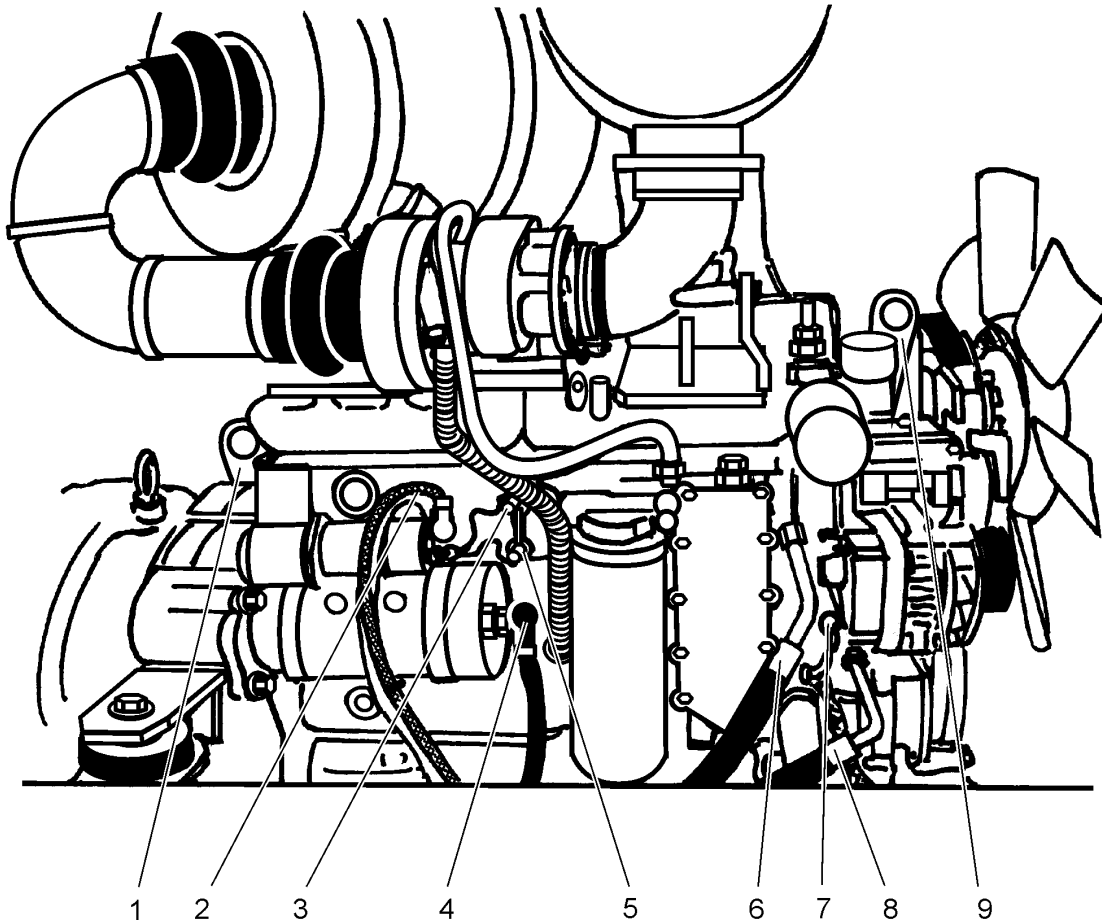
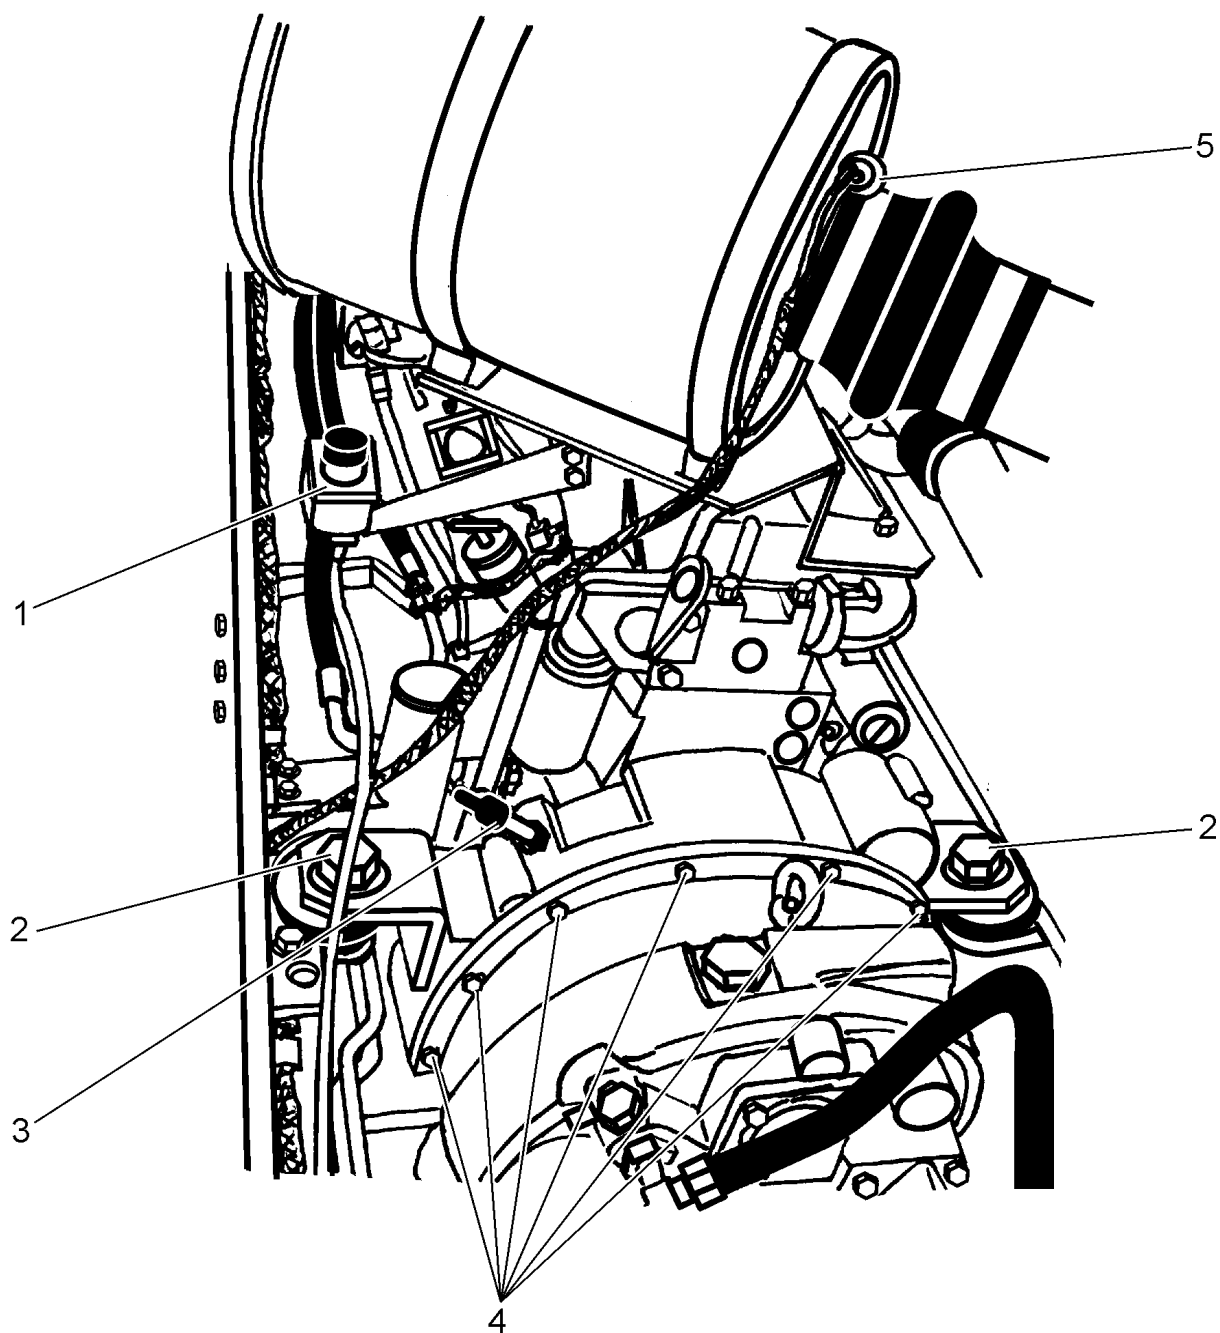
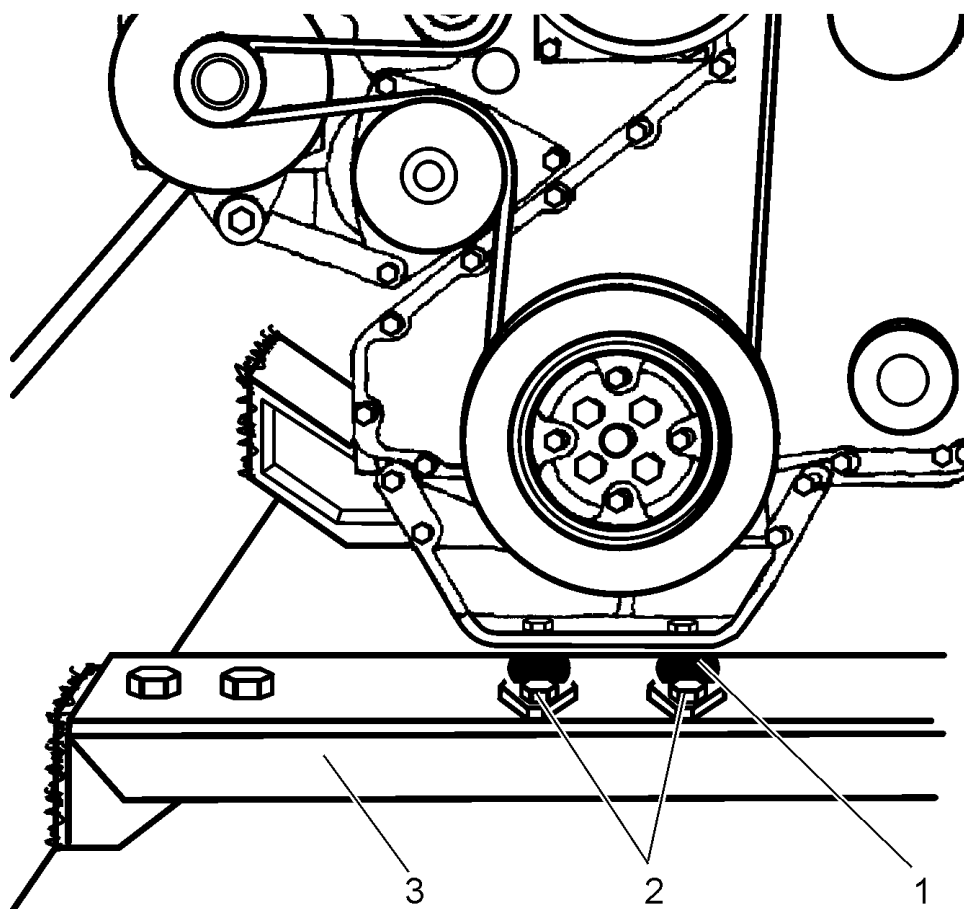

Рис. 12.3. Точки отсоединения с левой стороны машины
Рис. 12.5. Вид подсоединений двигателя спереди машины
Рис. 12.6. Опора двигателя задняя
3. Отсоединить электропровода от выключателя (3, Рис. 12.3.) и от датчика (5) температуры охлаждающей жидкости.
4. Отсоединить электропровода (+) (2, Рис. 12.3.) подвода тока к стартеру и электропровод (-) (4) соединения стартера с массой. Защитить отсоединенные провода от повреждения.
5. Отсоединить электропровода (7, Рис. 12.3.) генератора. Защитить отсоединенные провода от повреждения.
6. Отсоединить шланги отопления кабины (6 и 8, Рис. 12.3.).
15. Отсоединить бачок тормозной жидкости (1, Рис. 12.5.) вместе с кронштейном и гидропроводами. Подсоединить бачок к раме так, чтобы не произошла утечка тормозной жидкости.
16. Отсоединить вилку из включателя (5, Рис. 12.5.) сигнальной лампочки загрязнения воздушного фильтра.
17. Отсоединить электропровода от датчика (3, Рис. 12.5.) тахометра. Закрепить эти провода вне рамы, чтобы не допустить их повреждения.
18. Выкрутить болты (2, Рис. 12.5.) крепления кронштейнов двигателя и болты (2, Рис. 12.6.), крепящие резиновые амортизаторы (1) к поперечной балке (3).
19. Зацепить стропы подъемного устройства за подъемные проушины (1 и 9, Рис. 12.3.). Слегка приподнять двигатель, вставить внизу между гидротрансформатором и между задним мостом деревянную подкладку. Опустить узел так, чтобы гидротрансформатор оперся на деревянную подкладку. Выкрутить болты (4, Рис. 12.5.) по всему контуру крепежного фланца гидротрансформатора. Отодвинуть двигатель назад для того, чтобы отделить его от гидротрансформатора. Поднять двигатель из машины и установить его на заранее подготовленную специальную подставку.
1. Зацепить стропы подъемника за подъемные проушины (1 и 9, Рис. 12.3.) двигателя. Вставить прямые прутки диаметром около 10 [мм] в два верхних отверстия корпуса маховика двигателя. Поднять двигатель и ввести его в раму так, чтобы ранее вставленные прутки вошли в верхние отверстия корпуса гидротрансформатора. Вкрутить болты крепления гидротрансформатора к двигателю и предварительно подтянуть их. Вынуть установочные прутки и вместо них также вкрутить болты. Приподнять узел двигателя и гидротрансформатора и вынуть деревянную подкладку из-под гидротрансформатора.
2. Удерживая двигатель низко над рамой, вставить болты (2, Рис. 12.5.) в отверстия кронштейнов двигателя и рамы. Вставить болты (2, Рис. 12.6.) в отверстия резиновых амортизаторов (1) и вкрутить эти болты предварительно в отверстия поперечной балки (3). Опустить двигатель и отсоединить стропы подъемника.
4. Подсоединить электропровода к датчику (3, Рис. 12.5.) тахометра.
5. Вставить вилку в включатель (5, Рис. 12.5.) сигнальной лампочки загрязнения воздушного фильтра.
6. Установить на место бачок (1, Рис. 12.5.) тормозной жидкости. Прикрутить болтами кронштейн бачка к кронштейну воздушного фильтра.
15. Подсоединить шланги (6 и 8, Рис. 12.3.) отопления кабины.
16. Подсоединить электропровода (7, Рис. 12.3.) генератора.
17. Подсоединить электропровода (+) (2, Рис. 12.3.) подвода тока к стартеру и электропровод (-) (4) соединения стартера с массой.
18. Подсоединить электропровода к выключателю (3, Рис. 12.3.) и к датчику температуры жидкости (5) в системе охлаждения двигателя.